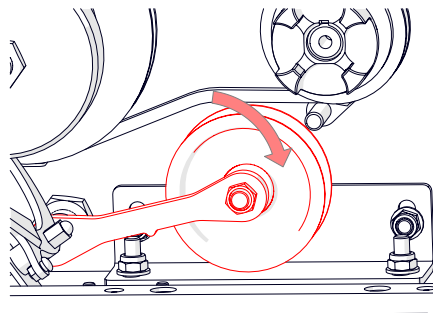

Fig. 17H - Regolare la puleggia per evitare il contatto con la cinghia nella posizione disinserita
10. Regolare la puleggia in modo che, quando la leva di comando è nella posizione disinnestata, poggi sulla staffa di supporto (Fig. 17H), evitando per quanto possibile il contatto con la cinghia.